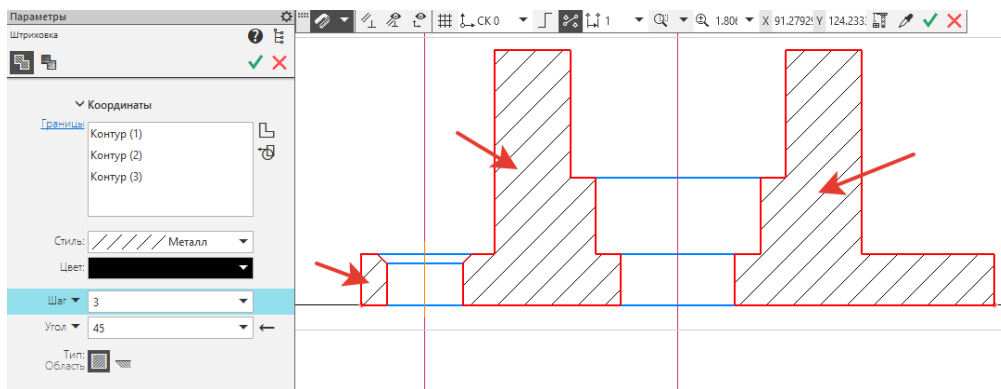

Рисунок 45.
9. Главный вид выполняется в разрезе. На инструментальной панели **Геометрия** -  **Штриховка**, указать курсором три объекта контуров, создать объект  (рисунок 45).